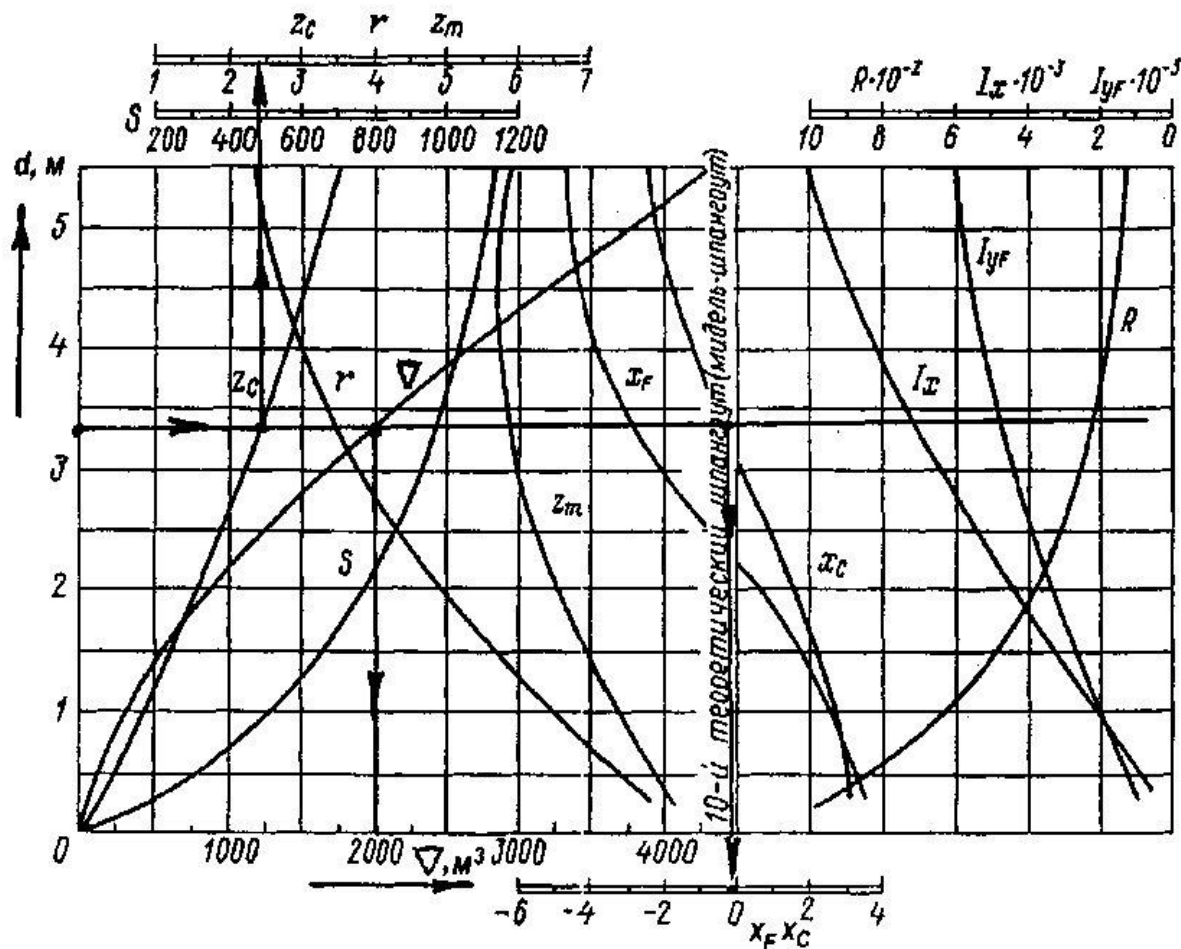

Рис.1 Гидростатические кривые
Кривые элементов теоретического чертежа (рис.1) представляют собой графические зависимости от осадки корабля водоизмещения (V), координат ЦВ (x_c, z_c), площади ватерлинии (S), абсциссы ЦТ площади ватерлинии (x_f) и ее поперечного и продольного моментов инерции (J_x, J_{yf}), поперечного и продольного метацентрических радиусов (r и R).